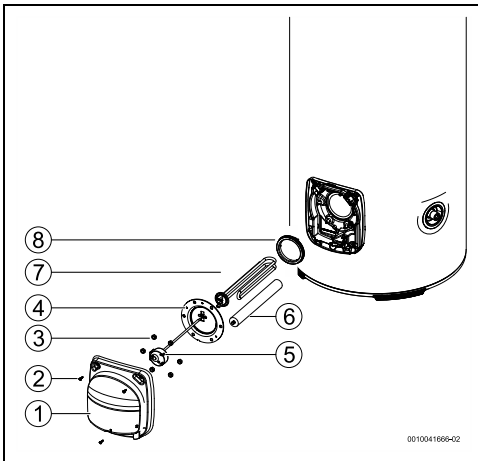

Fig. 16 300
- ▶ Ajustar el termostato a la temperatura máxima, girar el controlador de temperatura hacia la izquierda hasta que se detenga (→ fig. 16)